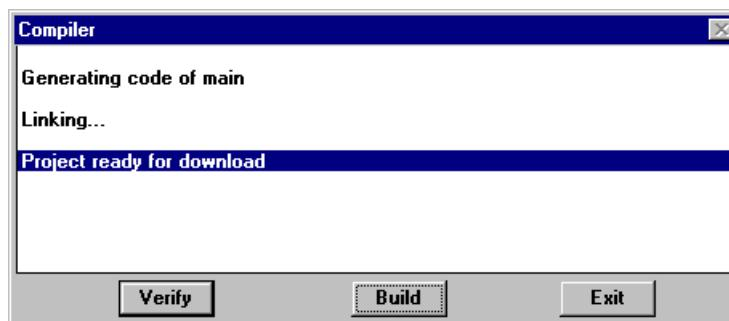

Figura 2-13: Ventana de compilación. Texto después de la traducción: "Build"
- ⇒ Una vez que aparezca el mensaje "Project ready for download" (Figura 2-13), haga clic en "Exit" para salir y volver a la ventana de edición del programa DEMO:MAIN.